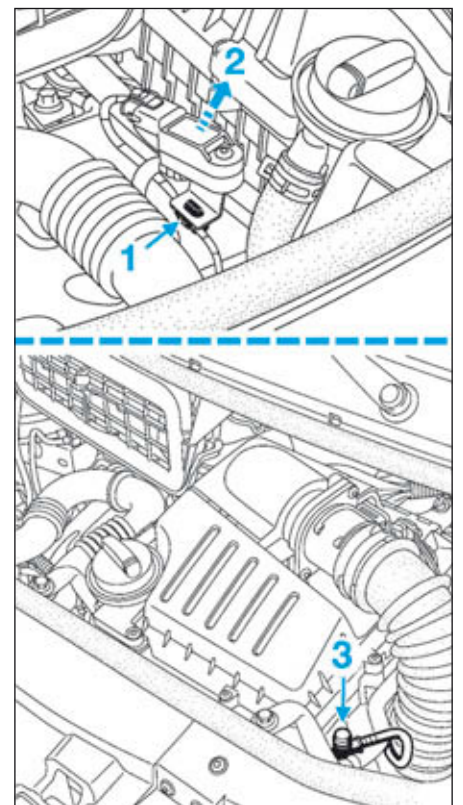

FIG.135
- le faisceau (1) (Fig.135) du capteur de pression de suralimentation.
- le capteur de pression de suralimentation (2).
- l'embout de purge du circuit d'alimentation en carburant (3).